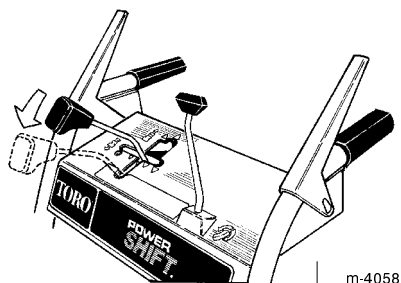

Figure 10
- Amenez manuellement les roues en position Power Shift **arrière**. Pour ce faire, tirez verticalement sur les mancherons et poussez le levier de commande Power Shift à fond vers l'avant (Fig. 10).